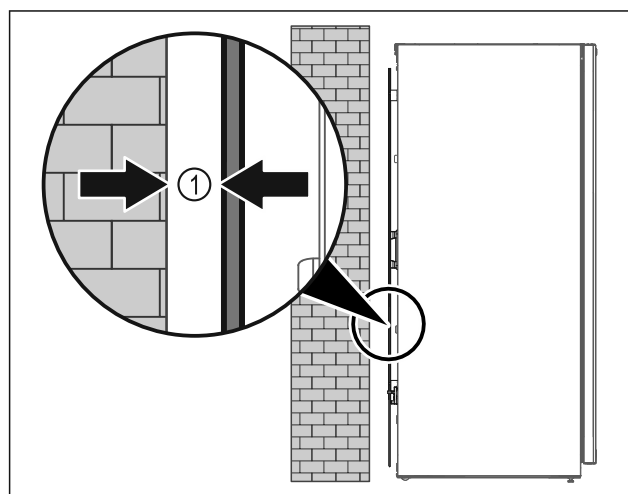

Fig. 45
- Apparaat ofwel vrij in de ruimte of direct tegen een wand met een minimumafstand van 5 mm Fig. 45 (1) opstellen.